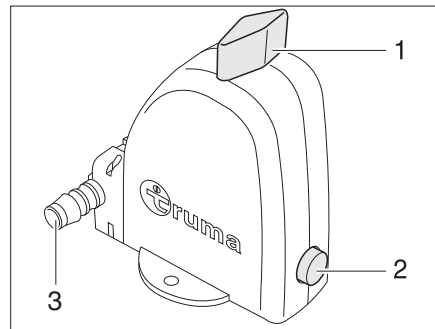

Fig. 197 Válvula de seguridad/purga de la caldera - Posición de funcionamiento
La caldera está equipada con una válvula de seguridad/purga (Fig. 197). La válvula de seguridad/purga evita que el agua de la caldera se congele cuando no esté conectada la calefacción en caso de helada.
- ▷ El tubo de vaciado (Fig. 197,3) de la válvula de seguridad/purga debe estar siempre exento de ensuciamientos (p.ej. follaje, hielo).
- Cerrar la válvula de seguridad/purga. Para ello girar el botón giratorio (Fig. 197,1) a la posición transversal en referencia a la válvula de seguridad/purga y hundir el pulsador (Fig. 197,2).
- Abrir la válvula de seguridad/purga. Para ello girar el botón giratorio (Fig. 197,1) a lo largo de la válvula de seguridad/purga. El pulsador (Fig. 197,2) salta afuera. La caldera se vacía hacia fuera a través del tubo de vaciado (Fig. 197,3) de la válvula de seguridad/purga